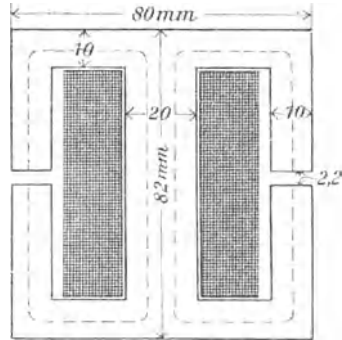

Fig. 116.
spule, deren Abmessungen aus der Fig. 116 zu entnehmen sind. (Die Dimension \perp zur Papierebene beträgt 2 cm.) Auf der Spule befinden sich 400 [320] (160) Windungen mit einem Widerstande von 1,285 [1] (0,86) Ω . Gesucht wird:
Die Kraftlinienlänge im Eisen ist nach Fig. 116 ungefähr $20,4 \text{ cm}$, also wird in zweiter Annäherung